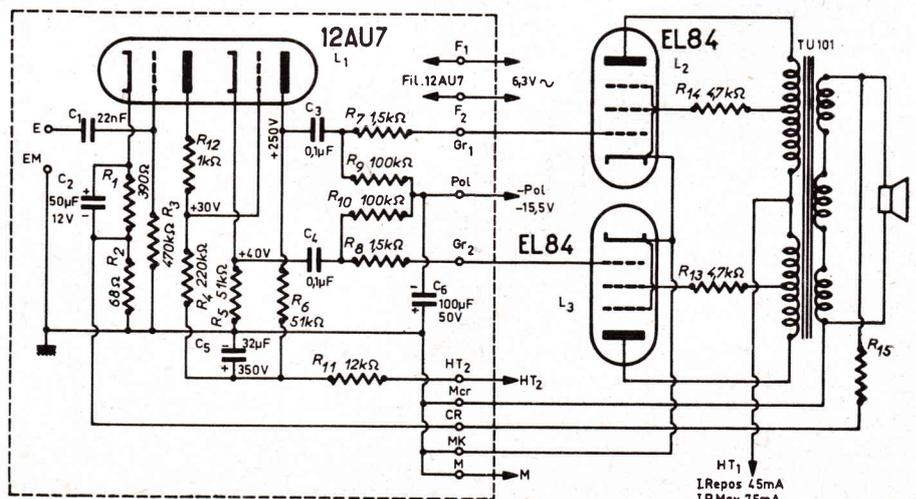

Fig. 2
**L'amplificateur déphaseur et l'étage de sortie :** Les sorties du préamplificateur double précité sont reliées aux entrées respectives de deux plaquettes ampli déphaseur (réf. n° 415) dont le schéma est indiqué par la figure 2. L'étage de sortie push-pull extérieur au circuit imprimé, est également représenté.